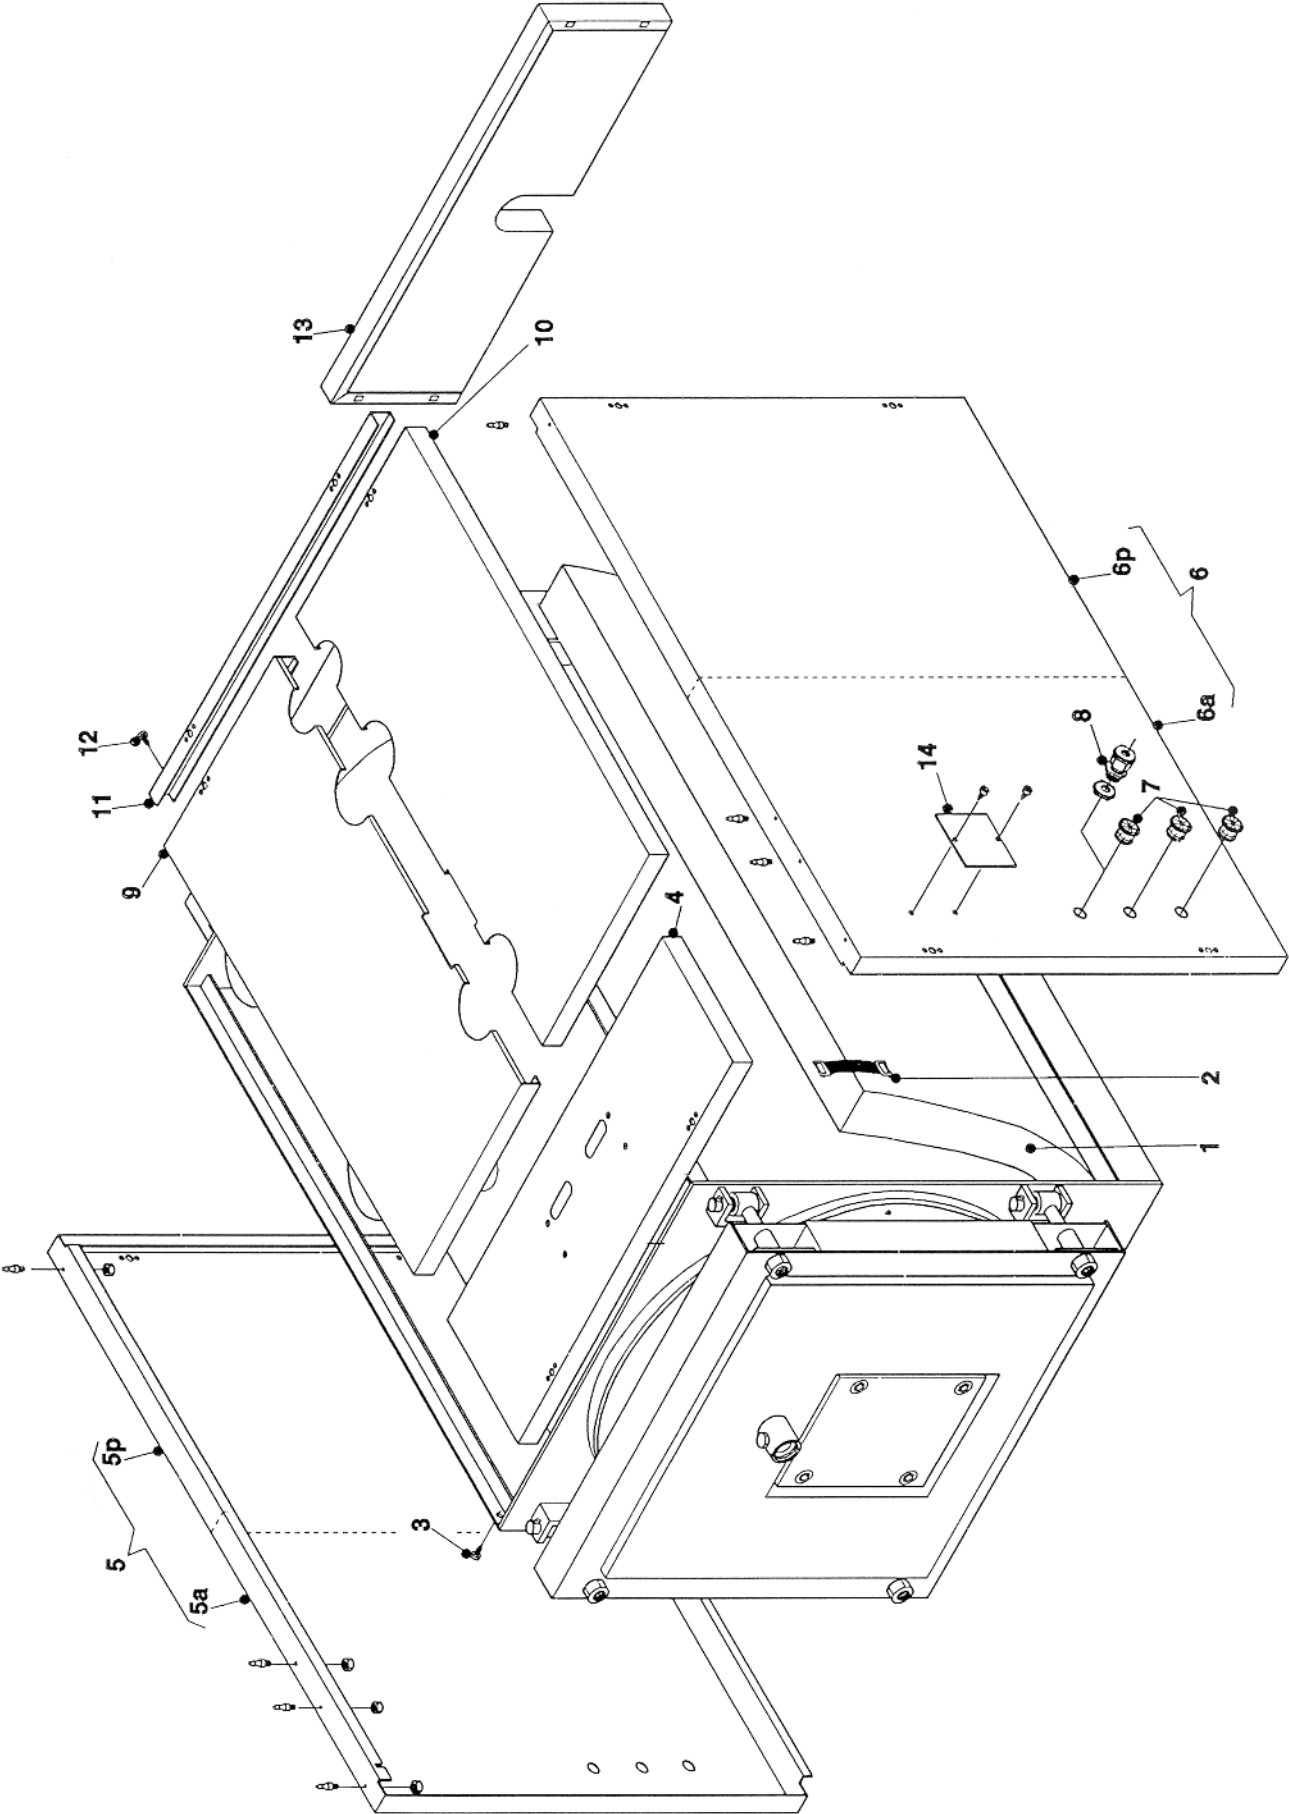

fig. 9
N.B. Per i modelli compresi tra **NOVA PREX100** e **NOVA PREX500** (rif. fig. 9), il mantello e l'isolamento sono contenuti in 1 imballo marcato:
N.B. Per i modelli compresi tra **NOVA PREX600** e **NOVA PREX1200** (rif. fig. 9), il mantello e l'isolamento sono contenuti in 3 imballi marcati:
Sequenza di montaggio (Rif. fig. 9)